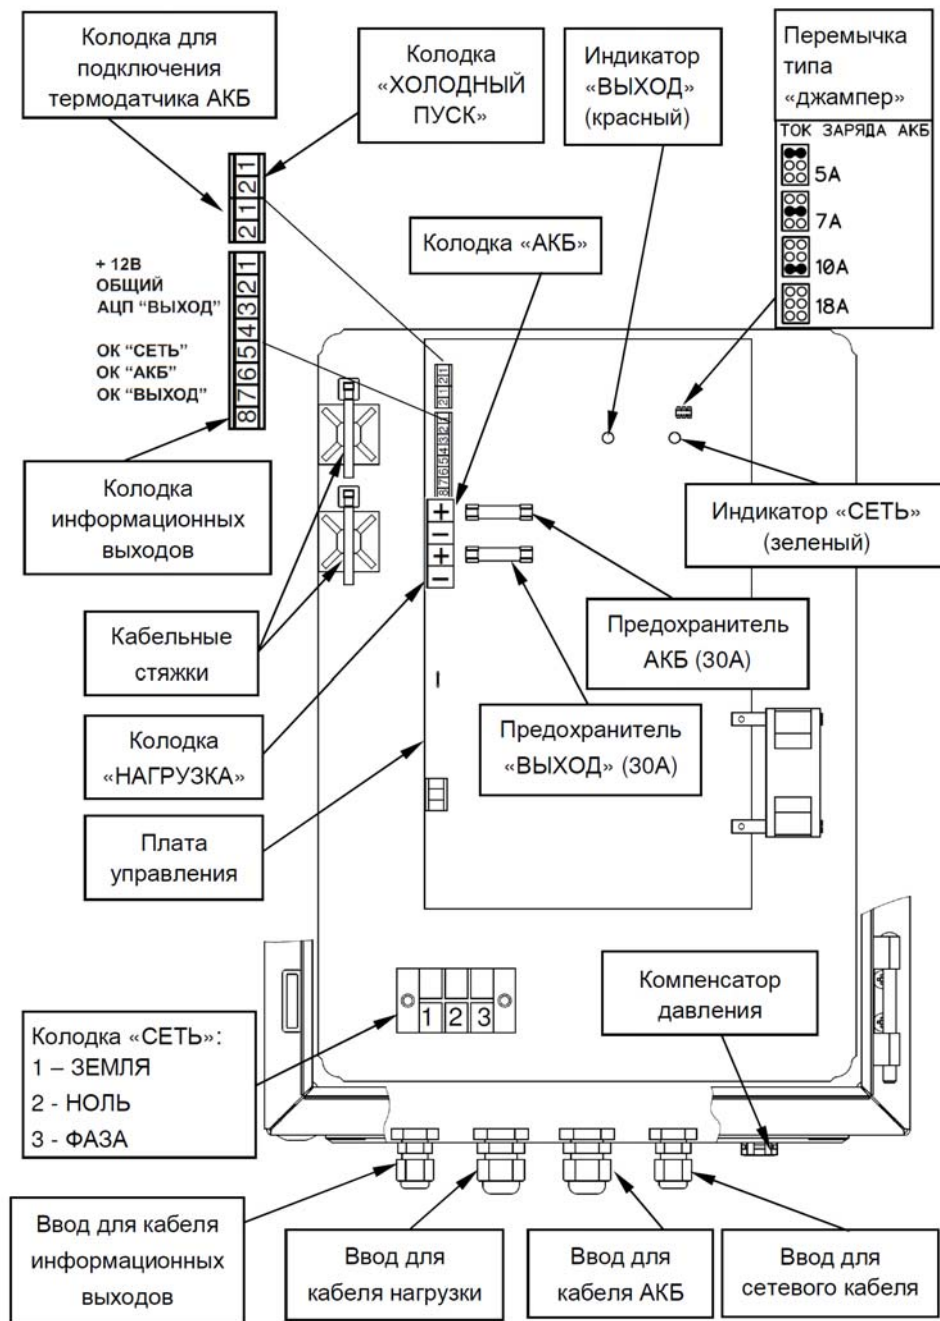

Рисунок 2. Вид изделия с открытой дверцей.
- возможность восстановления работоспособности изделия при подключении исправной и заряженной АКБ и отсутствии напряжения питающей сети («холодный запуск») путем кратковременного замыкания контактов соответствующей колодки (см. рисунок 2);
Изделие обеспечивает ограничение тока заряда АКБ. Выбор одного из четырех значений ограничения тока заряда АКБ осуществляется установкой/удалением соответствующей перемычки типа «джампер» (см. рисунок 2) в соответствии с рекомендациями таблицы 2.
Не светится	Выход «НАГРУЗКА» отключен: - АКБ отсутствует или - напряжение на клеммах АКБ менее 10,5 В, или - неисправен предохранитель АКБ (см. рисунок 2)
Выполните подключение внешних цепей к изделию в соответствии с назначением клемм подключения (Рисунок 2) в следующей последовательности:
- Провод заземления подключите к клемме 1 (ЗЕМЛЯ) на колодке «СЕТЬ» (см. рисунок 2).
- Установите перемычками требуемое значение ограничения тока заряда АКБ (см. рисунок 2 и таблицу 2);
- Проверьте наличие и исправность предохранителей, расположенных на плате управления (см. рисунок 2);
- Подключите с соблюдением полярности к клеммам колодки «НАГРУЗКА» кабель питания (см. рисунок 2).
- Зафиксируйте подключенные к изделию кабели кабельными стяжками (см. рисунок 2);